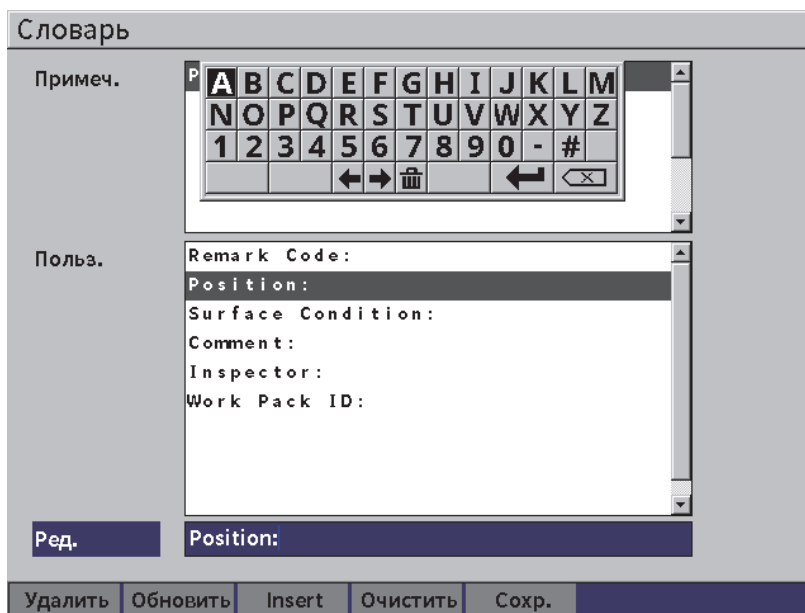

Рис. 9-21 Страница Словарь (Примечание) – Редактирование метки
7. Введите текст (до 32 символов), используя виртуальную клавиатуру, ручку регулятора и клавишу Enter (см. Рис. 9-21 на стр 148).